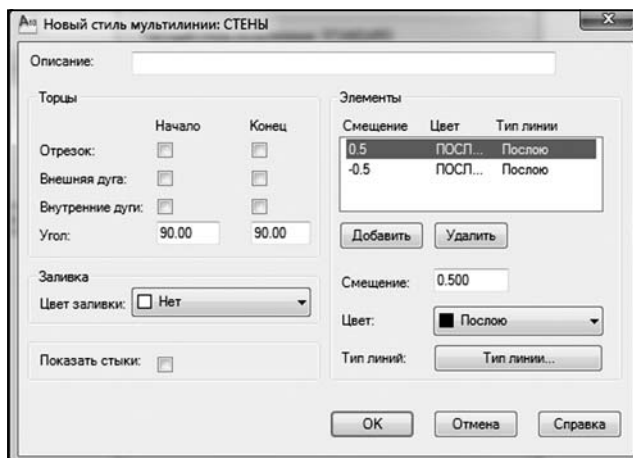

Рис. 3.36. Окно задания параметров мультитинии
3. После того как ввели имя для нового стиля, нажмите на кнопку «*Продолжить*»: появится окно для задания параметров нового стиля (рис. 3.36).